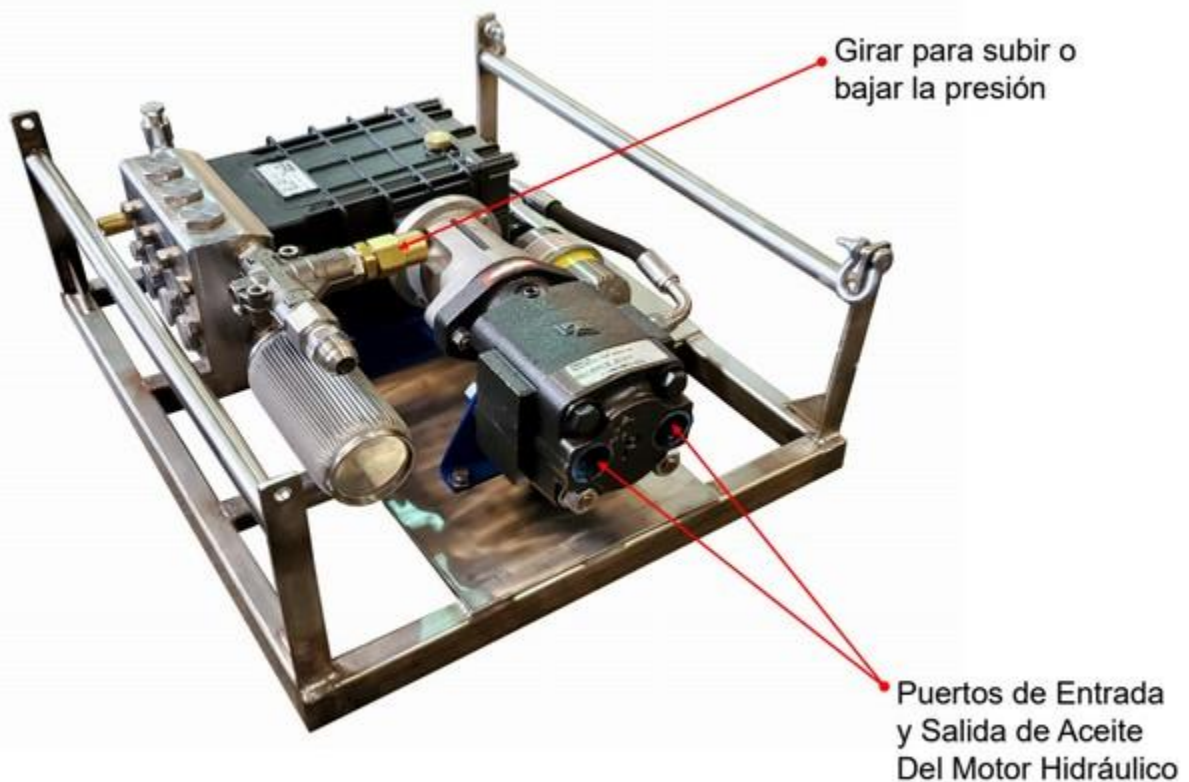

Figura 5.1 - Conexiones hidráulicas
- Coloque el medidor de calibración entre la línea de la manguera principal y la lanza y apriete las conexiones JIC. (Ver figura 5.1)
- Gire la perilla en la parte superior de la válvula reguladora de presión (consulte la figura 5.1) hasta que la presión indique 3000 psi (207 bar) en el manómetro de calibración. Girando la perilla en el sentido de las agujas del reloj aumentará la presión y si lo gira en sentido contrario a las agujas del reloj, disminuirá la presión.